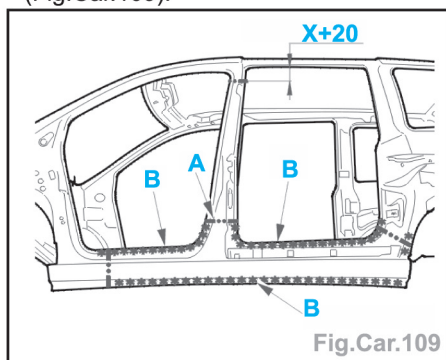

Fig.Car.109
- Tracer, puis découper (coupe provisoire) (Fig.Car.109).